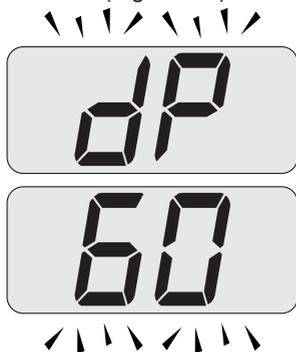

Figura 7.7
- Premere 2 volte il tasto 18 fino a far apparire sul display LCD le lettere **dp** (spazzacamino attivo in massimo sanitario) che si alternano con il valore di temperatura dell'acqua di riscaldamento (es. **60**), indicanti l'entrata nell'attivazione della "funzione spazzacamino" alla potenza massima in sanitario (Figura 7.7).